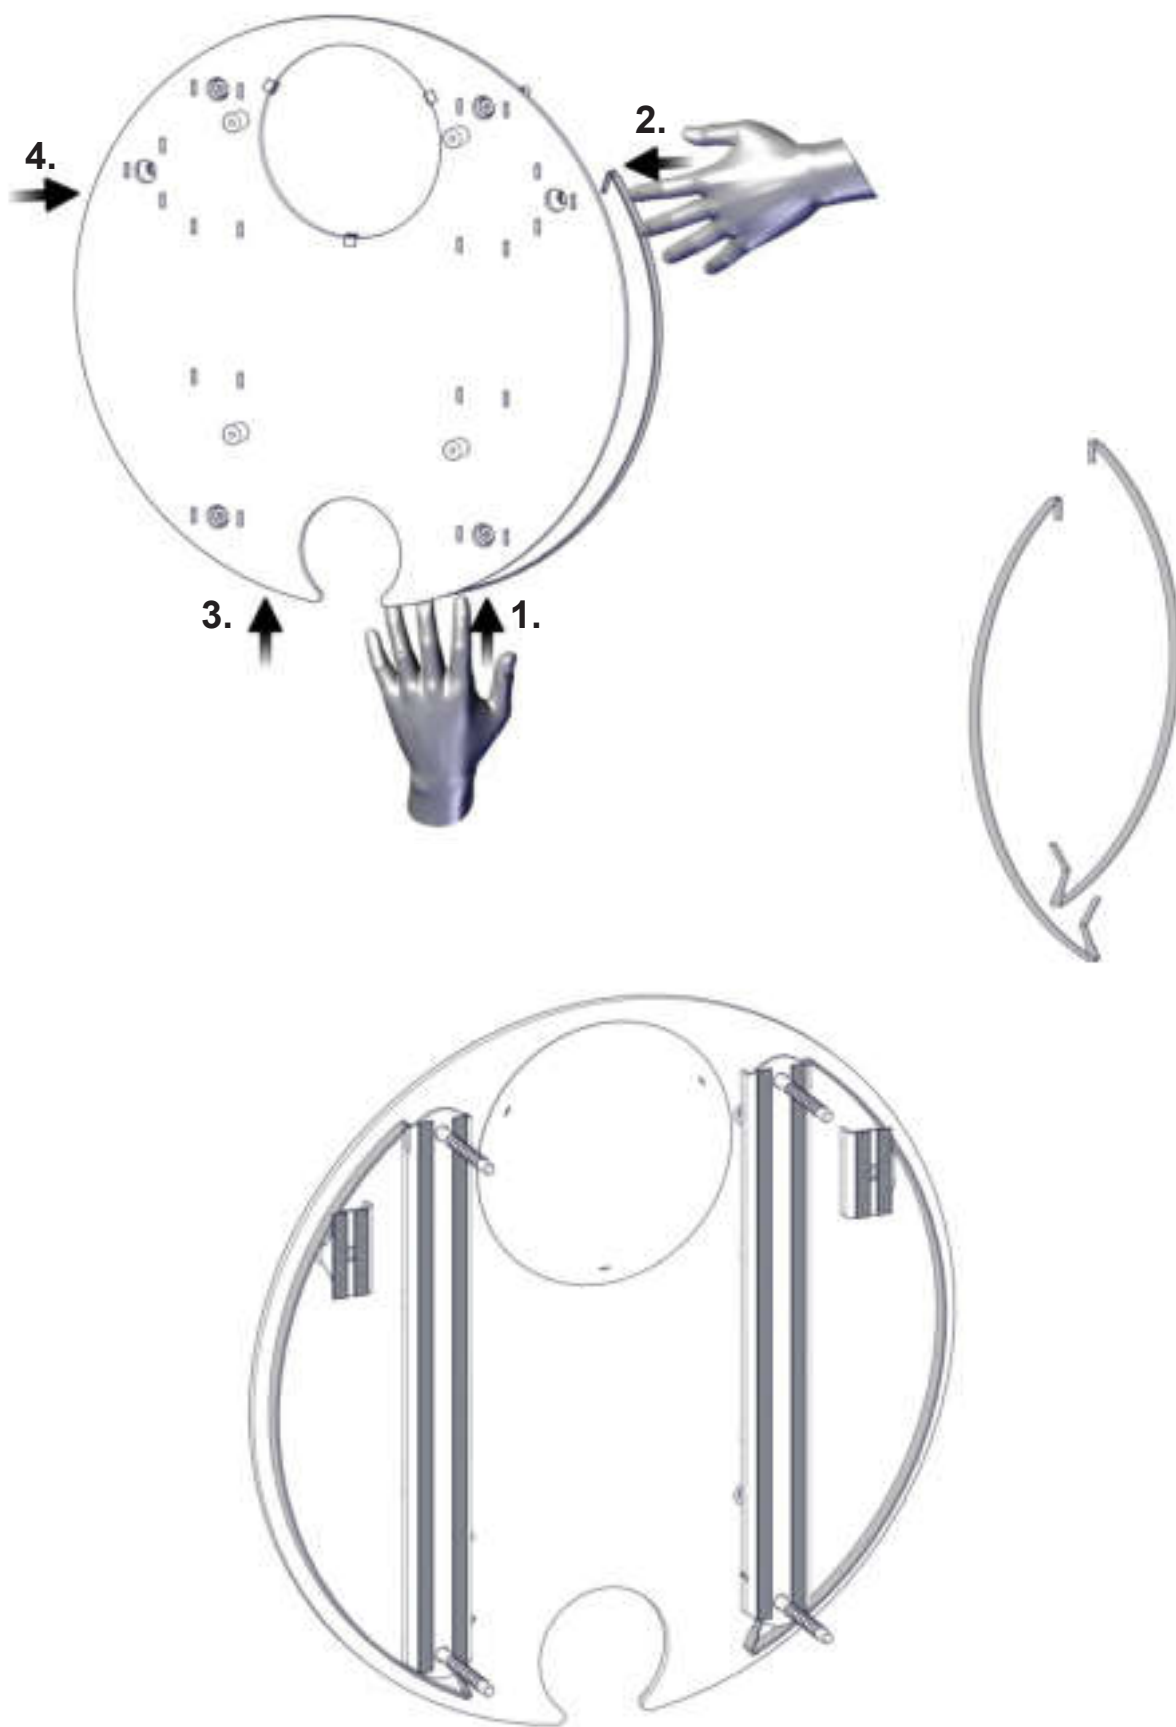
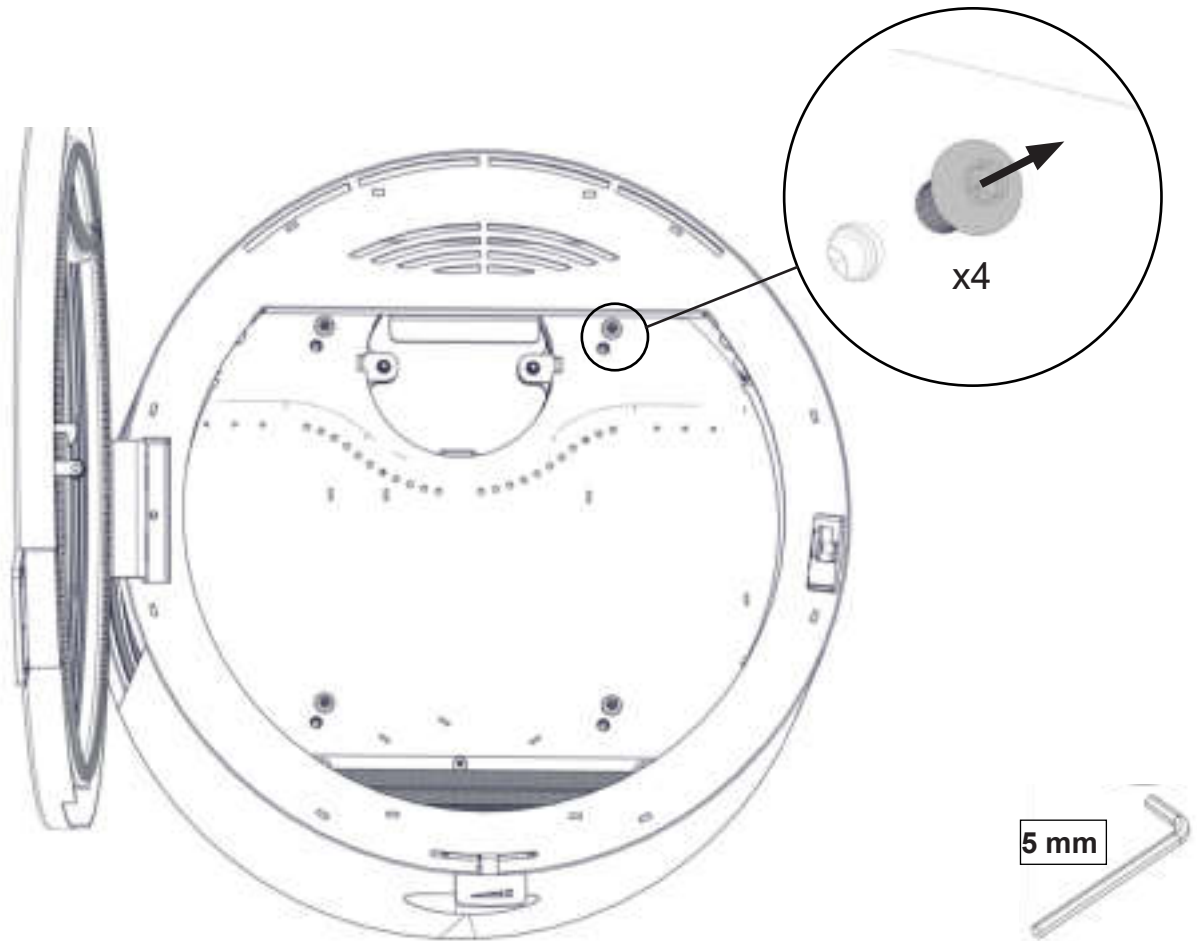

FIG 4
FIG 4a
Se i monteringsanvisningen för ME og fjern Thermotteplatene fra brennkammeret. Skru ut de fire M8 blindskruene i bakveggen inne i brennkammeret (Fig. 4). Skru de to medfølgende M6x40 gjengejernene inn i de to øverste festehullene i veggplaten (Fig. 3), slik at de blir stående ca 30mm ut fra veggplaten.
- (NO)** Ovnens henges på plass på disse gjennom de to øveste hullene i ovnen. Ovnens sikres midlertidig ved å sru på de to M6 mutterene på gjengejernene som nå stikker ut inne i ovnen (Fig. 4a). Bruk to av de fire M6x45 skruene til å feste ovnen gjennom de to nedre hullene. Skru ut først det ene gjengejernet i de øvre hullene og erstatt med skrue før dette repeteres på det gjennværende gjengejernet. Dersom bakmontert, stikk en hånd inn i røret og sjekk at koblingen mellom ovn og rør er som det skal.
Se monteringsanvisningen för ME och ta bort thermotte-infördningen. Skruva ut de fyra M8-täckskruvarna på bakväggens insida (fig. 4). Skruva in de två M6x40-gängstängarna i de två övre stödhålen i väggpanelen (fig. 3) så att de sticker ut ungefär 30 mm och lyft sedan kaminen till monteringspositionen.
- (SE)** Säkra kaminen tillfälligt genom att skruva fast de medföljande muttrarna på de två gängstängarna som nu sticker in i kaminen (se fig. 4a). Använd två av de fyra M6x45-bultarna för att fästa kaminen i väggpanelen genom de fyra undre hålen. Ta sedan bort en av muttrarna och gängstängarna från de övre hålen och sätt i stället dit de resterande M6x45-skrubarna. Upprepa sedan samma arbetsmoment för den återstående gängstången och muttern (se fig. 6). Vid bakanslutning: För in handen i rökröret och kontrollera att det sitter i rätt position och helt överlappar rökstosen på kaminen.
Refer to the installation manual for ME and remove the Thermotte liner. Locate and unscrew the four M8 blind-screws from inside in the back wall (FIG 4). Screw the two M6x40 threaded bars into the two upper support holes in the Wall panel (FIG 3) so that they protrude about 30mm and lift the stove into its
- (GB)** position. Secure the stove temporarily by screwing the supplied nuts onto the two threaded bars now protruding into the stove (see FIG 4a). Use two of the four M6x45 bolts to fasten the stove to the Wall panel first through the lower holes, then remove one of the nuts and the threaded bars from the upper holes replacing it with the remaining M6x45 bolts before this operation is repeated for the remaining threaded bar and nut (see FIG 6). If rear connected, insert a hand into the fluepipe and check that it is in position overlapping the flue collar on the stove completely.
Siehe die ME-Einbauanleitung und entfernen Sie die Thermotte im Innenraum. Schrauben Sie die vier M8-Blindschrauben von der Innenseite der Rückwand (Abb. 4). Schrauben Sie die zwei M6x40 Gewindestangen in die zwei oberen Stützlöcher in der Wandverkleidung (Abb. 3), sodass sie ca. 30 mm hervorstehen und heben Sie den Kaminofen in seine Position. Sichern Sie den Kaminofen vorübergehend, indem Sie die mitgelieferten Muttern auf die zwei Gewindestangen schrauben, die nun in den Kaminofen ragen (siehe Abb. 4a). Verwenden Sie zwei der vier M6x45 Bolzen, um den Kaminofen an der Wandverkleidung zu befestigen, erst durch die unteren Löcher. Entfernen Sie dann eine der Muttern und Gewindestangen aus den oberen Löchern und ersetzen Sie sie mit einem M6x45 Bolzen. Wiederholen Sie diesen Vorgang für die andere Gewindestange und Mutter (siehe Abb. 6). Wenn die Rückseite verbunden ist, fassen Sie mit der Hand in das Rauchgasrohr und prüfen sie, dass es die Rauchgasmanschette am Kaminofen vollständig überlappt.
Reportez-vous au manuel d'installation du modèle ME et retirez l'habillage en Thermotte. Localisez et dévissez les quatre écrous aveugles M8 de l'intérieur de la paroi arrière (Fig. 4). Visser les deux tiges filetées M6x40 dans les deux trous de support supérieurs du panneau mural (Fig. 3) de façon à ce qu'elles dépassent d'environ 30 mm et soulevez le poêle dans sa position. Fixez le poêle temporairement en vissant les écrous fournis sur les deux tiges filetées qui font maintenant saillie dans le poêle (voir Fig. 4a). Utilisez deux des quatre vis M6x45 pour fixer d'abord le poêle au panneau mural à travers les trous inférieurs, puis retirez un des écrous et la tige filetée des emplacements supérieur et les remplacer par la rondelle et vis M6x45 avant de répéter cette opération pour la tige filetée et l'écrou restant (voir Fig. 6). Lors de raccordement par l'arrière, insérez une main dans le conduit de fumée et vérifiez qu'il est en position chevauchant complètement le collier de conduit sur le poêle.
Se installationsvejledningen til ME, og fjern thermotte-foringen. Find og skru de fire M8-blindskrue ud fra bagvæggens inderside (FIG 4). Skru de to M6x40-gevindstænger i de to øverste støttehuller i vægpanelet (FIG 3), så de stikker ca. 30 mm ud, og løft ovnen på plads. Sikr ovnen midlertidigt ved at skrue de medfølgende møtrikker på de to gevindstænger, der nu stikker ind i ovnen (se FIG 4a). Brug to af de fire M6x45-bolte til at fastgøre ovnen på vægpanelet, først gennem de nederste huller, fjern derefter en af møtrikkerne og gevindstængerne fra de øverste huller og erstat den med de resterende M6x45-bolte, før denne handling gentages for den resterende gevindstang og møtrik (se FIG 6). Ved bagmontering, stik en hånd ind i røgrøret, og tjek, at det er på plads og overlapper ovnens røgdyse komplet.